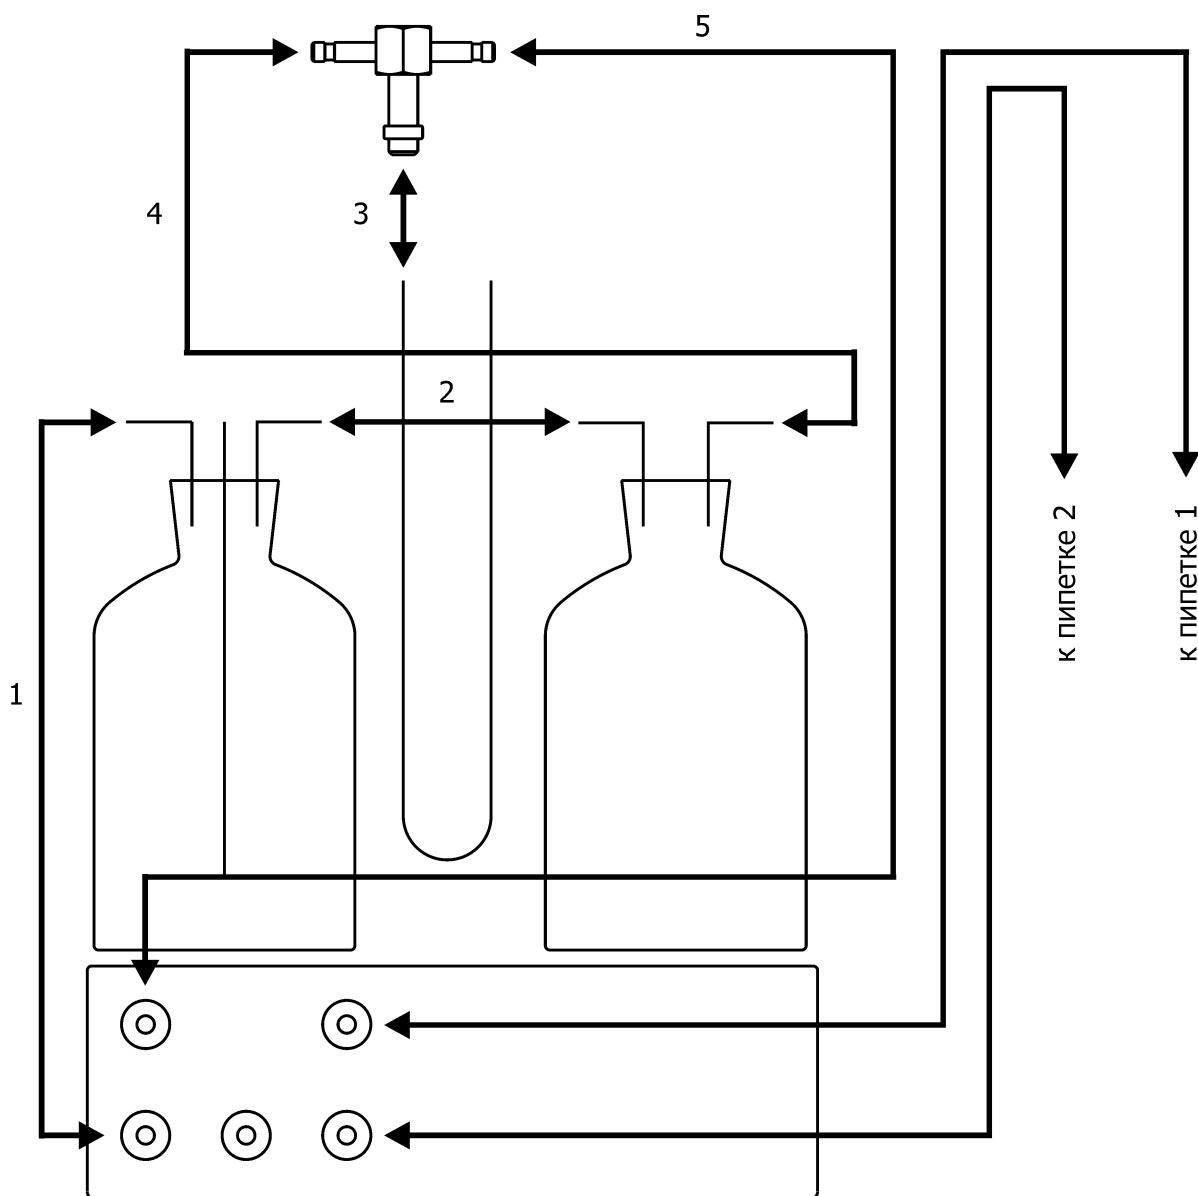

Рисунок 9 — Монтаж вакуумной системы
2.2.9 Выполнить монтаж вакуумной системы (рисунок 9). Для этого соединить при помощи силиконовой трубки 4x1.5 мм из комплекта поставки: